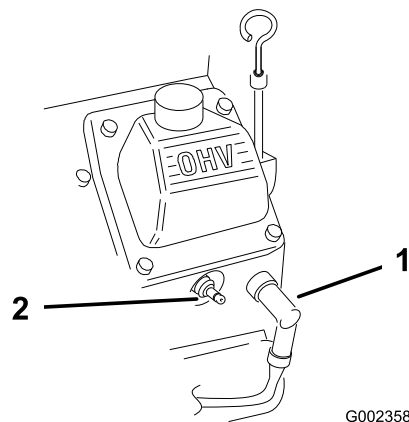

Figure 24
2. Débranchez les bougies (Figure 24).